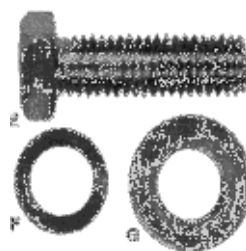

Рис. 5
2. После того как кронштейн был удален, установите винт обратно на площадку с двигателем. Верхний винт будет использоваться позже для крепления расширения к основному столу. (рис. 5)
3. Установите крышку двигателя (G), совместив штифты (H) на крышке с отверстиями на тумбе.
4. Закрепите крышку, потянув за защелку (J), закрыв дверцу, и отпустите защелку.
1. Прикрепите левое расширение (A) к основному столу (B) тремя болтами (E), с гроверами (F) и плоскими шайбами (G). Не затягивайте расширение, чтобы иметь возможность выравнивать вручную по основному столу.
2. Установите расширение горизонтально, так чтобы передний край с передним краем стола (C) пилы были на одном уровне. Затем с помощью линейки, убедитесь, что плоскости находятся на одном уровне.
4. Возьмите крепеж (рис. 5) для правой стороны, а затем, приложив правое расширение сделайте все операции в том же порядке.